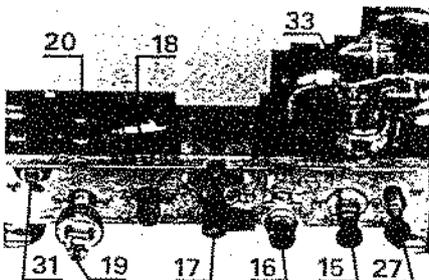

Fig. 2
- Tournez vers la gauche la manette du robinet de gaz (17) (fig. 2).
Fermer le robinet d'arrêt du gaz (17) (fig. 2) en tournant la manette vers la droite.
Le départ chauffage de la chaudière a été équipé d'un robinet (15) (fig. 2) donnant, si c'était le cas, la possibilité de supprimer en fonctionnement ÉTÉ ce phénomène particulier.
Il suffit lorsque l'on bascule l'interrupteur sur la position ÉTÉ de fermer le robinet départ chauffage (15) (fig. 2). Ne pas oublier de le rouvrir lorsque l'on place l'interrupteur sur la position HIVER en début de saison de chauffe.
- ouvrez le robinet de remplissage (27) (fig. 2).
- dévissez la vis de vidange (33) (fig. 2).
- vissez à fond la molette de la soupape de sécurité (19) (fig. 2).
- dévissez la molette de la soupape de sécurité (19) (fig. 2).
- ouvrez le robinet de remplissage (27) (fig. 2) et remplissez lentement, fermez les différents purgeurs d'air du circuit.
- 2) Fermez les robinets départ (15) et retour chauffage (20) (fig. 2) en poussant et en vissant à fond.
- 3) Vissez à fond la molette de la soupape de sécurité (19) (fig. 2).